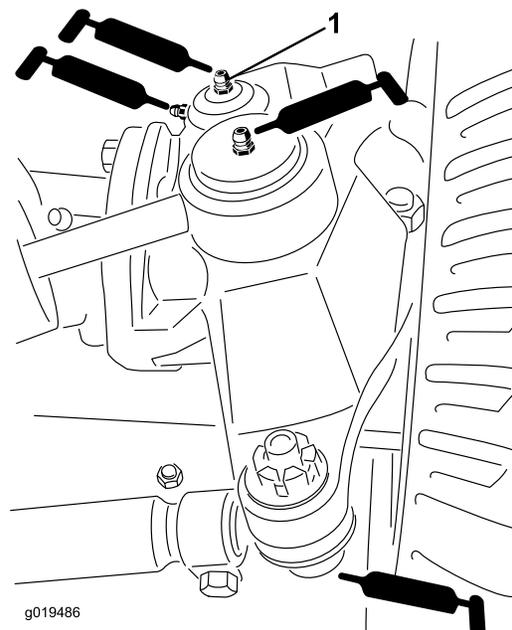

図 42
- ・ 後アクスルのタイロッド (2本) (図 42)
- ・ ステアリングシリンダのボールジョイント (2ヶ所) (図 42)
- ・ キングピンのブッシュ (2ヶ所) (図 42)。但しキングピン上部は1年に1回のみ (ポンプ2回押し) のみとする。